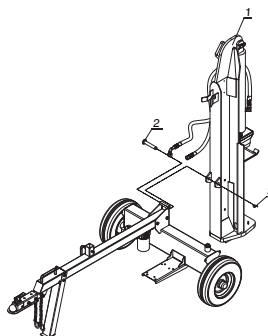

Figure 5
2. Faire pivoter le faisceau à la position horizontale et fixer avec la goupille de verrouillage avant. (Voir fig. 5)